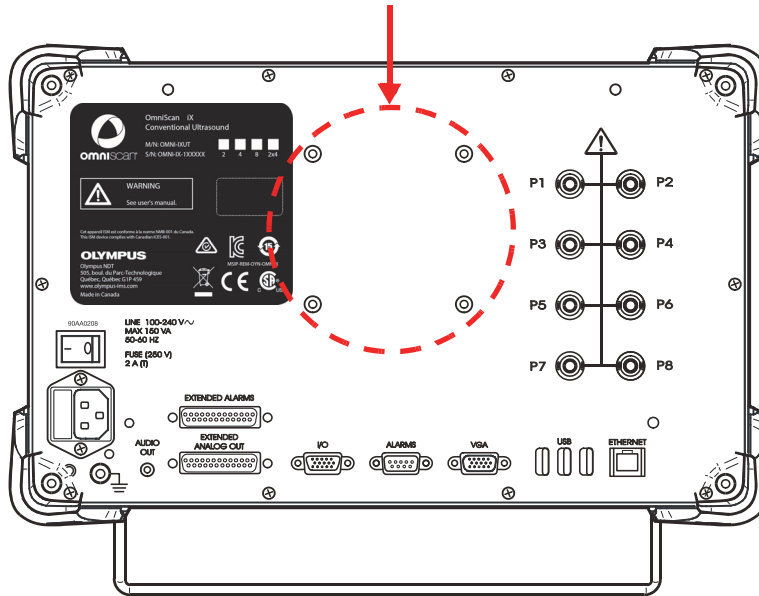

Figure 3-2 Trous de vis pour l'assemblage de bras pivotant
2. Vissez l'assemblage de bras pivotant sur le panneau arrière de l'appareil à l'aide des quatre trous de vis prévus à cet effet (voir la Figure 3-2 à la page 33).